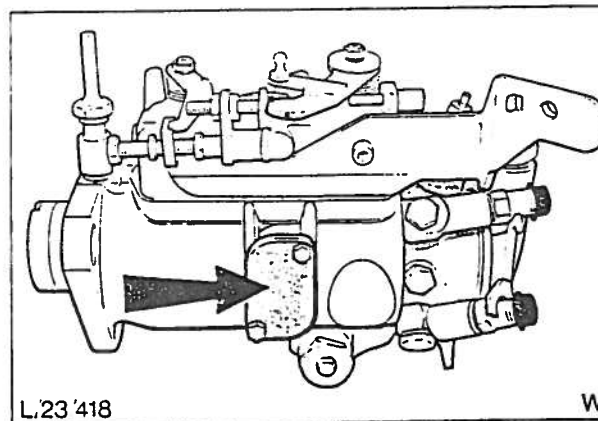

Fig. 41 Innsprøytningspumpens deksel.
14. Skru ut to bolter og ta vekk pumpens deksel, fig. 41.